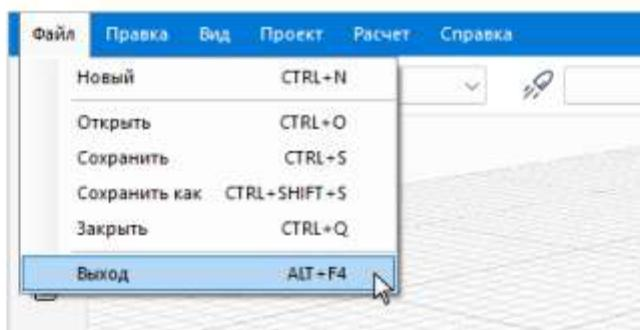

Рисунок 2.5 – Выход из DIST&UDAR
- выполнив команду **Файл → Выход** (см. Рис. 2.5);